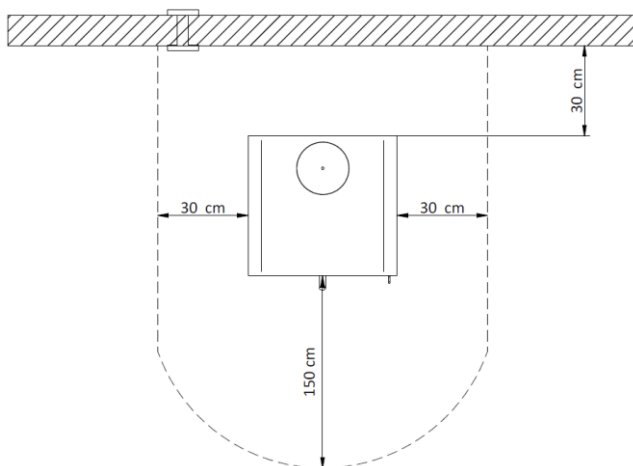

Figure 42 - Distances minimales de sécurité
- * N'utiliser aucun matériel combustible à proximité des parois du poêle à bois. Respecter la distance de sécurité de 30 cm au dos, de 30 cm aux cotés et de 150 cm devant, Figure 42;